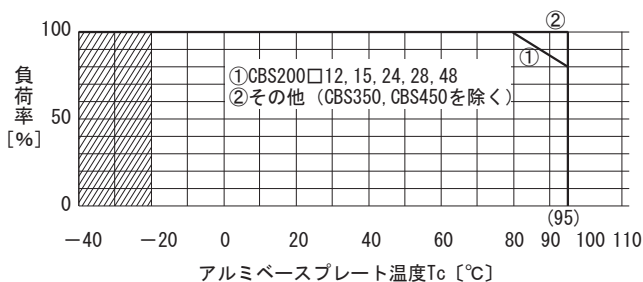

図 7.3 デレーティング特性
- アルミベースプレート温度によるデレーティング特性を図 7.3 に示します。ベースプレート温度は、風が直接あたらない部分 (A部) の温度を測定してください。斜線部は、リップル、リップルノイズが大きくなりますのでご注意ください。